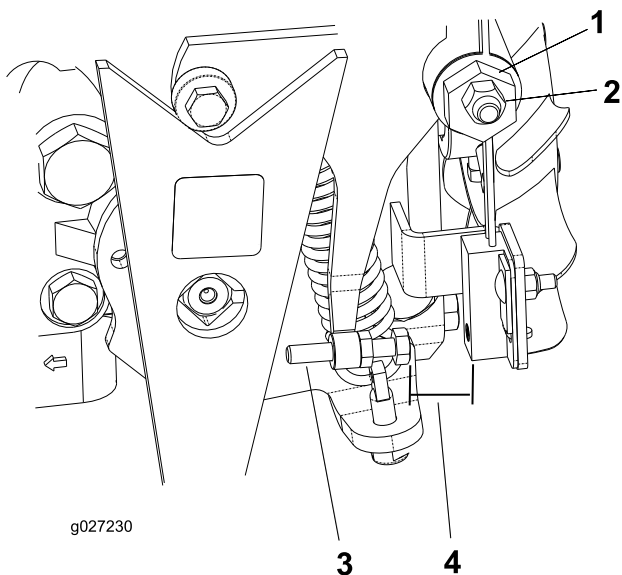

Figura 36
4. Afloje la contratuerca de la leva de ajuste de tracción (Figura 36).
5. Arranque el motor y gire la sección hexagonal de la leva (Figura 36) en ambos sentidos para determinar la posición central del intervalo de punto muerto.
3. Ajuste el tornillo hasta que el hueco sea de 0,8 a 2,3 mm; consulte Figura 36.